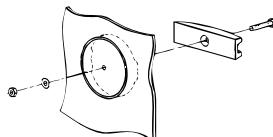

Fig. 2 Fjerning røyklokke
4. Løft, ikke tipp, peisovnen til oppreist stilling. Ildstedets plassering avgjør hvilket røyklokke som skal fjernes. Benytt vedlagte spesialverktøy. Se fig. 2: